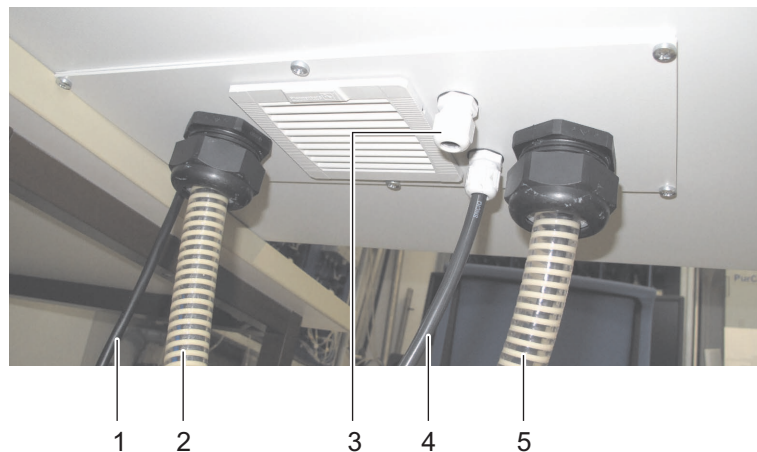

Abb. 3-15: Anschlussplatte an der Unterseite des Gehäuses
- 6 Schrauben Sie die Anschlussplatte mit den vormontierten Leitungen wieder am Boden des Gehäuses fest. Siehe Abb. 3-15, 39.